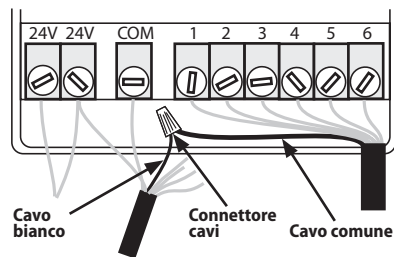

Figura 9
3. Collegare il cavo o i cavi scollegati dal terminale 'COM' al cavo bianco SMRT-Y mediante un morsetto (vedere Figura 9).